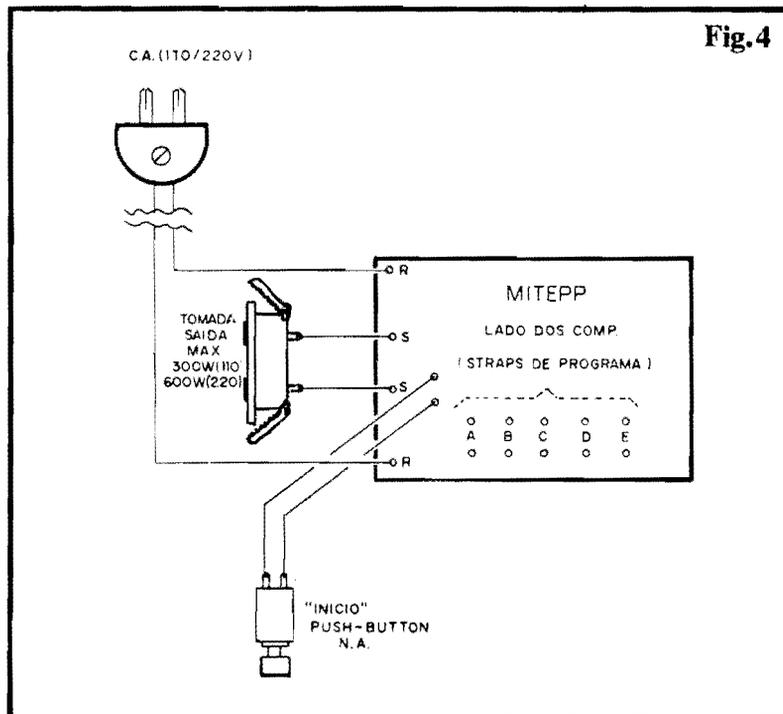
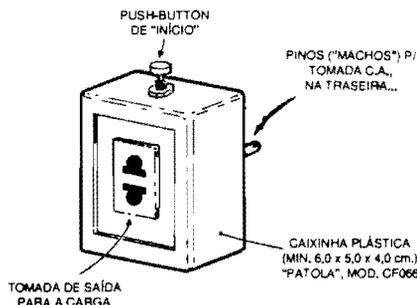

Fig.4
Fig.7
- FIG. 7 - SUGESTÃO PARA ACABAMENTO... - Uma caixinha padronizada, plástica, modelo CF066 ("Patola"), originalmente criada para acomodar pequenas fontes ou "conversores" de alimentação, poderá abrigar com "elegância" e eficiência o circuito do MITEPP... Esse container já vem dotado, na sua traseira, de um par de pinos com tamanhos e espaçamento padronizados para inserção direta às tomadas de C.A. da parede (esses pontos, então, substituirão o "rabicho" ligado aos pontos "R-R" da placa - fig. 4...). Na parte frontal da dita caixa pode ficar encaixada a tomada de saída, enquanto que no topo do conjunto pode ser instalado o push-button de "início"... O dispositivo resultará compacto e muito funcional...
Se adotada a configuração de acabamento mostrada na fig. 7, basta enfiar os pinos numa tomada de parede, ligar o cabo de força" do aparelho a ser alimentado na tomada do MITEPP e... apertar o botão...! A temporização se iniciará automática e imediatamente, decorrendo o Tempo com excelente precisão, ao fim do qual o aparelho será desenergizado...!